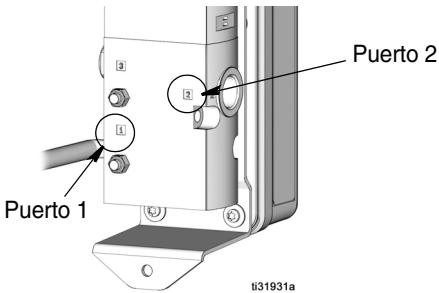

FIG. 24
3. Desconecte la línea de suministro de aire del puerto número 1 en la válvula solenoide (14) y la línea de aire de la bomba desde el puerto número 2 (FIG. 24).